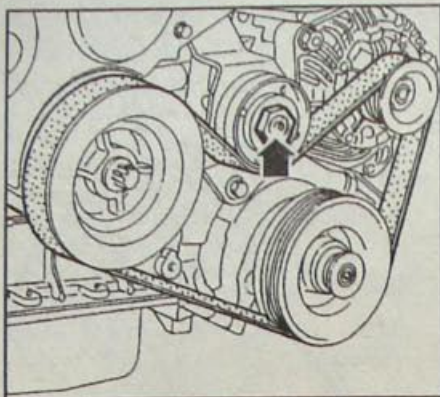

Рис. 15.8. Расположение центрального болта крепления натяжного ролика ремня привода генератора
- Ослабьте натяжение ремня привода генератора, для чего с помощью внутреннего шестигранника на четверть оборота ослабьте центральный болт крепления натяжного ролика, затем поверните ролик против часовой стрелки (рис. 15.8).